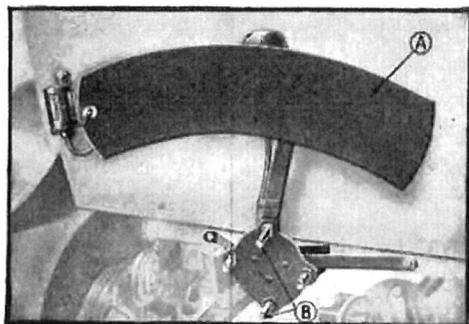

Fig. 292. — Support de roue de secours (Type 2 B).
- 4—Dévisser et enlever les boulons et les vis fixant le support sur la carrosserie et sur la traverse AR du châssis. (Pour certains modèles de voitures, il est nécessaire de soulever légèrement l'arrière de la carrosserie afin de dégager les boulons de fixation du support. A cet effet : dévisser et enlever les boulons fixant l'arrière de la carrosserie sur le châssis) (*fig 292*).